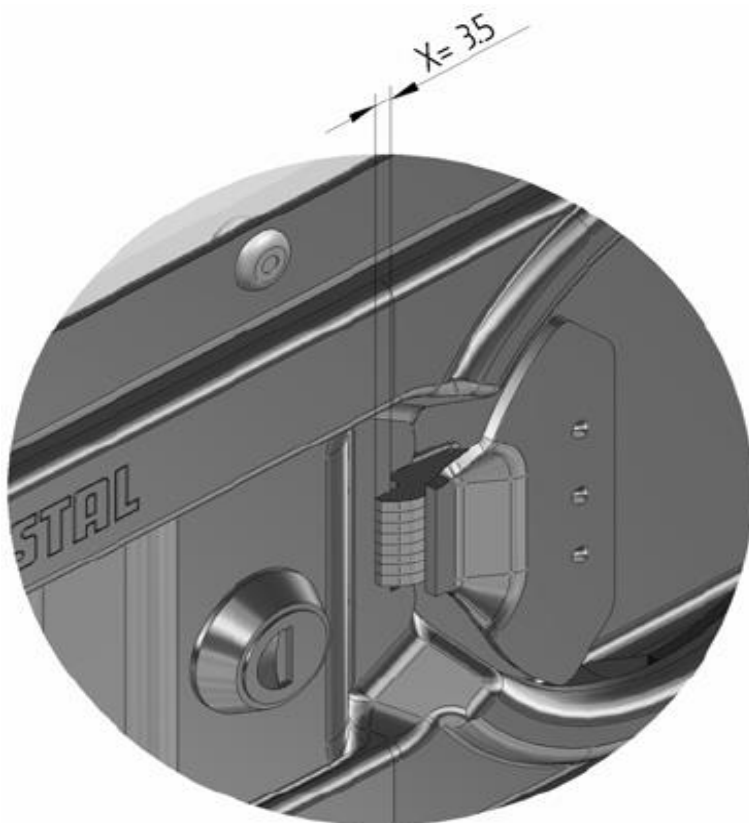

Bild 1
- Drehstangenverschluss an Bordwänden überprüfen. Maß „x“ aus Bild 1 kontrollieren. Schmutzkappe ist nicht zwingend erforderlich
**Wenn das Maß „x“ auf Bild 1 die Länge 3,5 mm unterschreitet, besteht die Gefahr, dass sich die Bordwand bei Ladungsdruck öffnen kann. Der Drehstangenverschluss ist sofort zu wechseln.**